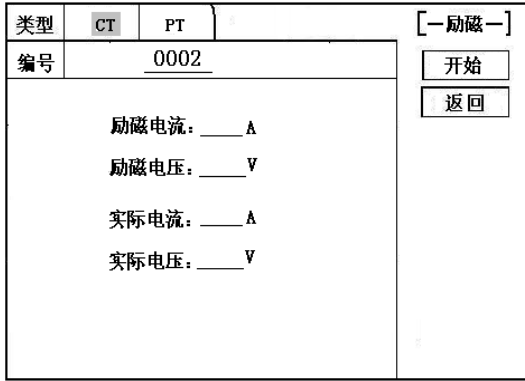
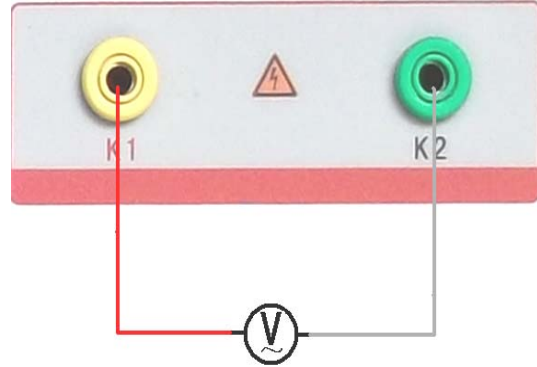
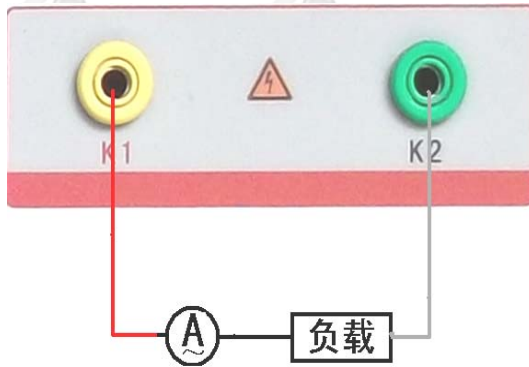

图 39，校准测试主界面
图 40，电压校准接线图
图 41，电流校准接线图
在 CT/PT 测试主界面中，选择进入“数据查询”试验界面（如图 36），根据需要选择“励磁”、“负荷”、“直阻”、“变比极性”、“角差比差”、“返回”等测试选项，选定测试项目后，进入图 39 测试界面，显示仪器中该项目下所保存的最新的测试结果，可以选择“上页”、“下页”、“转存”、“返回”、“清除”选项进行相应操作。
进入 CT “励磁” 测试界面后，选择进入 “校准” 试验界面（如图 39），设定好励磁电流值：0.1A ~ 5A；励磁电压值：1V~1000V。
电压校准试验参照图 40 进行接线；设置好被测电压后，合上功率开关，选择 “开始” 选项，按下控制器，试验即开始，试验到达设定值后将保持输出电压/电流值用于检测，检测完毕后，按下控制器，试验返回图 39 界面。
电流校准试验参照图 41 进行接线，电压设定值略高于【电流设定值 (A) * 负载 (Ω)】，设置好被测电流/电压值后，合上功率开关，选择 “开始” 选项，按下控制器，试验即开始，试验到达设定值后将保持输出电流/电压值用于检测，检测完毕后，按下控制器，试验返回图 39 界面。